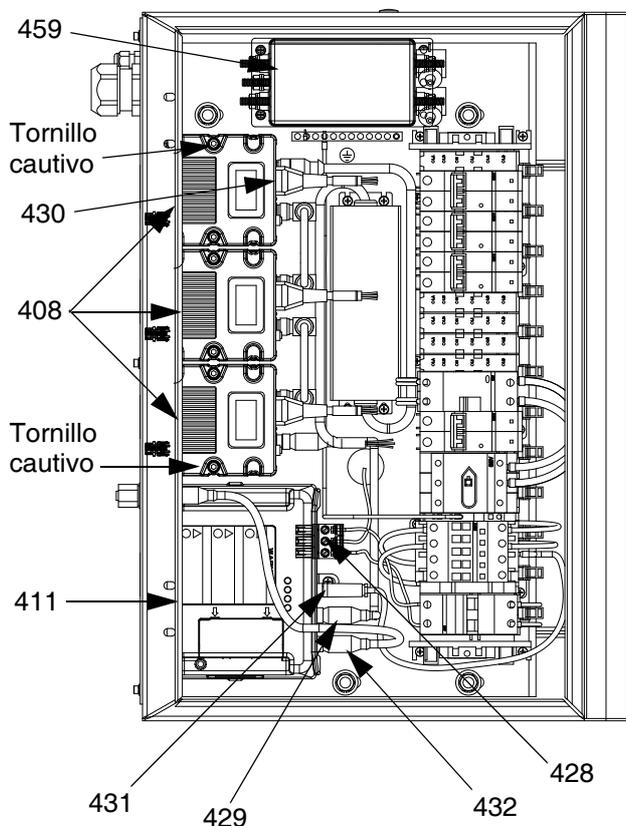
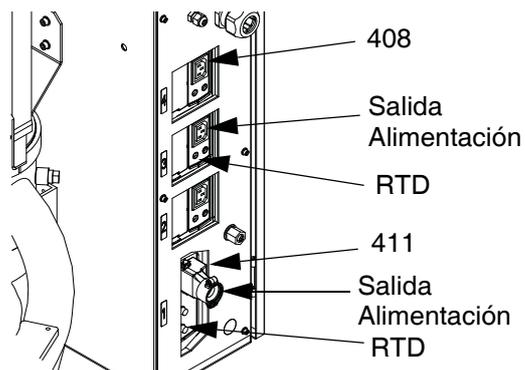

FIG. 48: Vista interna del gabinete eléctrico
FIG. 49: Vista posterior del gabinete eléctrico
1. Abra la puerta del gabinete (402). Desconecte los siguientes cables del TCM de baja potencia (408):
- cable de entrada de suministro de alimentación (430)
- cable de salida de suministro de alimentación (vea la FIG. 49)
2. Afloje ambos tornillos cautivos (409) que sostienen el TCM de baja potencia (408) en la base del gabinete. Retire el TCM de baja potencia. Vea la FIG. 48.
1. Abra la puerta del gabinete (402). Desconecte los cables de salida de suministro de alimentación y los cables del RTD del TCM de alta potencia (411). Vea la FIG. 49.
2. Retire el panel lateral del gabinete eléctrico (436). Vea **Piezas del gabinete eléctrico** en la página 91.
3. Desconecte los cuatro cables de entrada (432, 428, 429, 431) del TCM de alta potencia. Vea la FIG. 48.
4. Retire ambos tornillos (415) que aseguran las ménsulas (412, 413) del TCM de alta potencia en el gabinete eléctrico. Retire el TCM de alta potencia. Vea **Piezas del gabinete eléctrico** en la página 91.